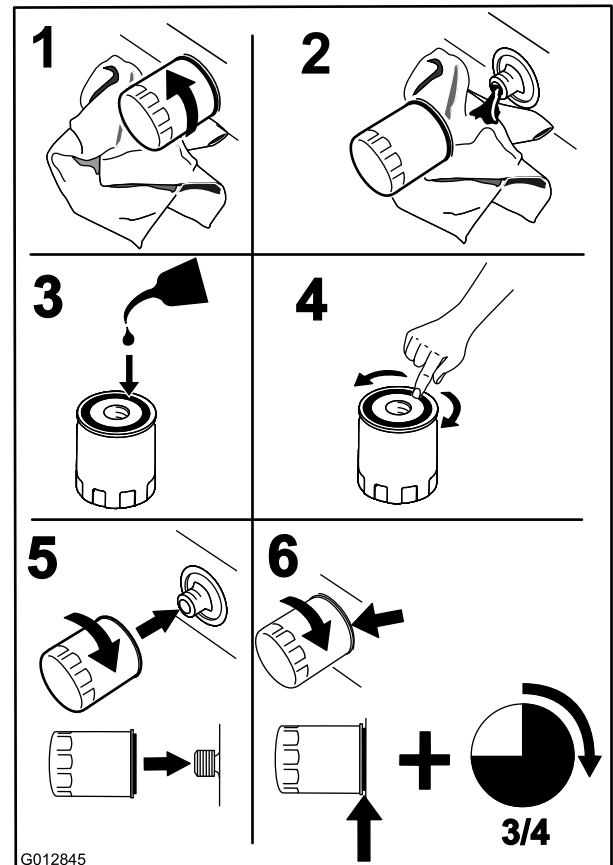

Figura 47
3. Substitua o filtro do óleo do motor (Figura 47).